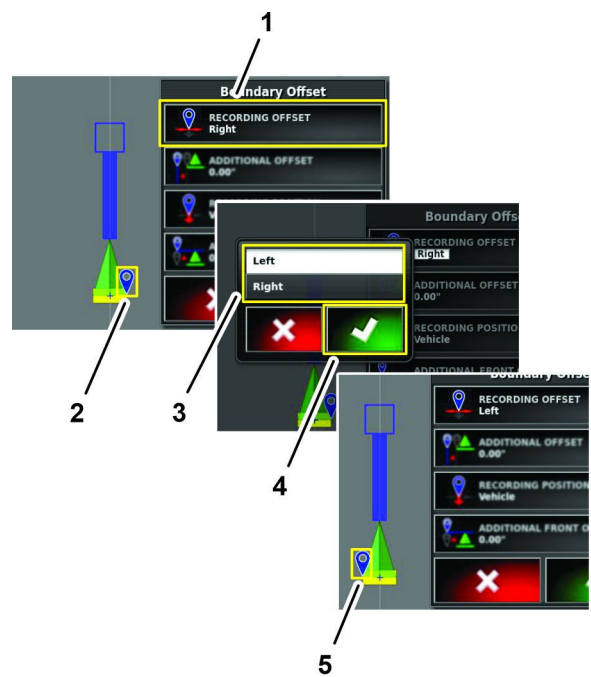

Figura 198
1. Pulse el icono COMPENSACIÓN REGISTRO (Figura 198).
2. En el cuadro de diálogo, pulse el icono IZQUIERDA o el icono DERECHA, y pulse el icono Confirmar (Figura 198).